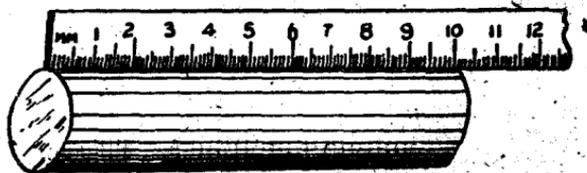

图 3
(2) 测量圆形工件的长度。
测量的方法如图 3。量时应当注意：①必需使钢尺和工件的轴心